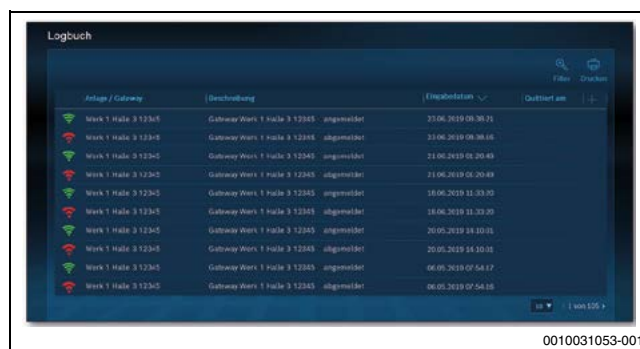
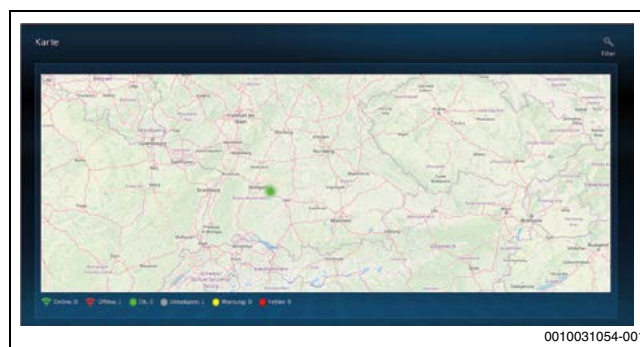

Рис. 44 Control Center CommercialPLUS: огляд установок у вигляді таблиці
Рис. 45 Control Center CommercialPLUS: огляд установок на карті
- **Огляд установки** з індикацією стану: огляд установок у вигляді таблиці або на карті з відображенням стану для функцій і зв'язку (→ рис. 44 і рис. 45).